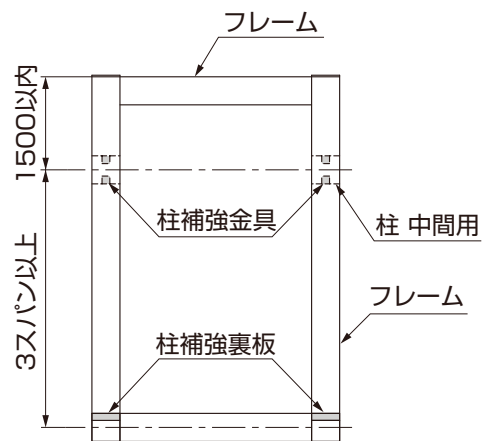

図4-29 柱 中間用を使用した場合の柱補強部品位置
- 柱 中間用の持ち出し施工はフレーム端部から1500以内にしてください。(図4-29参照)